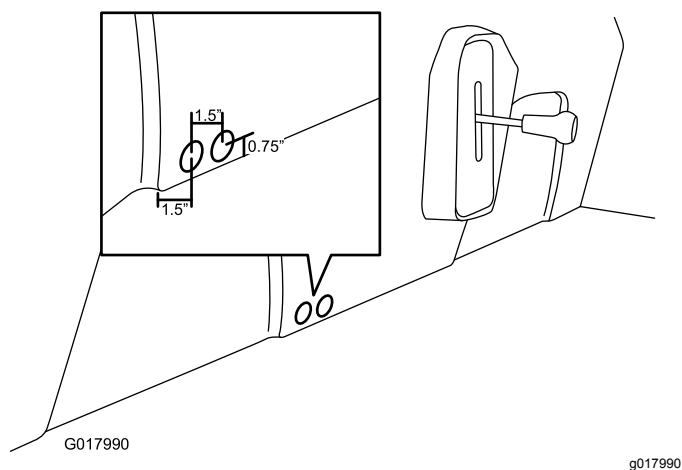

Figure 25
1. Marquez et percez 2 trous dans la base du siège à l'aide d'une scie-cloche (1"), comme illustré à la Figure 25.